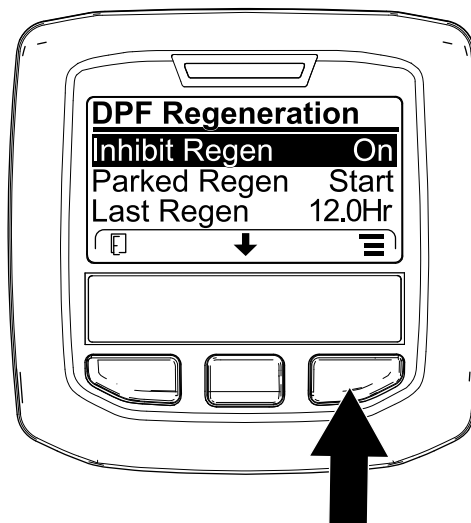

Figura 76
1. Acceda al menú DPF Regeneration (Regeneración de DPF), pulse el botón central para desplazarse hacia abajo, hasta la opción INHIBIT REGEN (Inhibir regeneración) y pulse el botón derecho para seleccionar la opción Inhibit Regen (Figura 76).
2. Pulse el botón derecho para cambiar el ajuste de inhibición de regeneración de Activado a Desactivado (Figura 76) o viceversa (Figura 77).